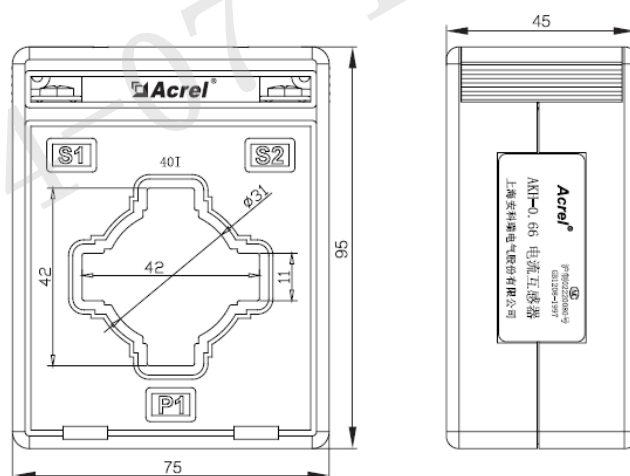

图10 250A 规格电流互感器外形尺寸
5.3.2 250A 规格电流互感器外形尺寸如图10所示（单位：mm）：